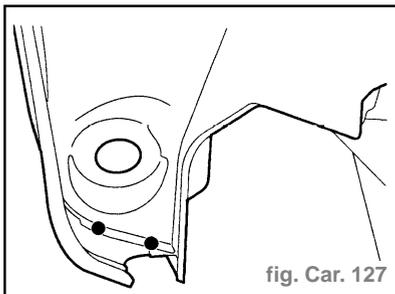

fig. Car. 127
- Souder par points électriques (avec l'équipement **AB1**) (fig. Car. 127).